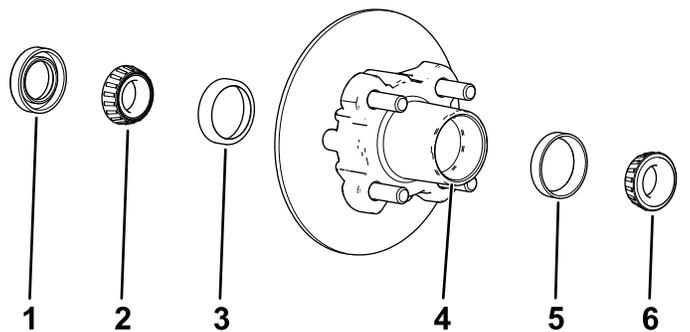

Рисунок 35
- Снимите наружный подшипник и кольцо подшипника со ступицы (Рисунок 35).
- Снимите уплотнение и внутренний подшипник со ступицы (Рисунок 35).
- Очистите полость ступицы от всей консистентной смазки, грязи и мусора (Рисунок 35).
- Заполните полость ступицы на 50–80% консистентной смазкой указанного типа (Рисунок 35).
- Установите внутренний подшипник на кольцо с внутренней стороны ступицы и установите уплотнение (Рисунок 35).